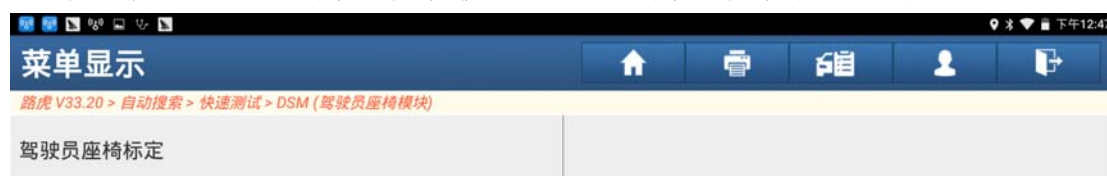

图 1
1). 选择路虎进入 DSM(驾驶员座椅模块) 点击“驾驶员座椅标定”，如图 1；